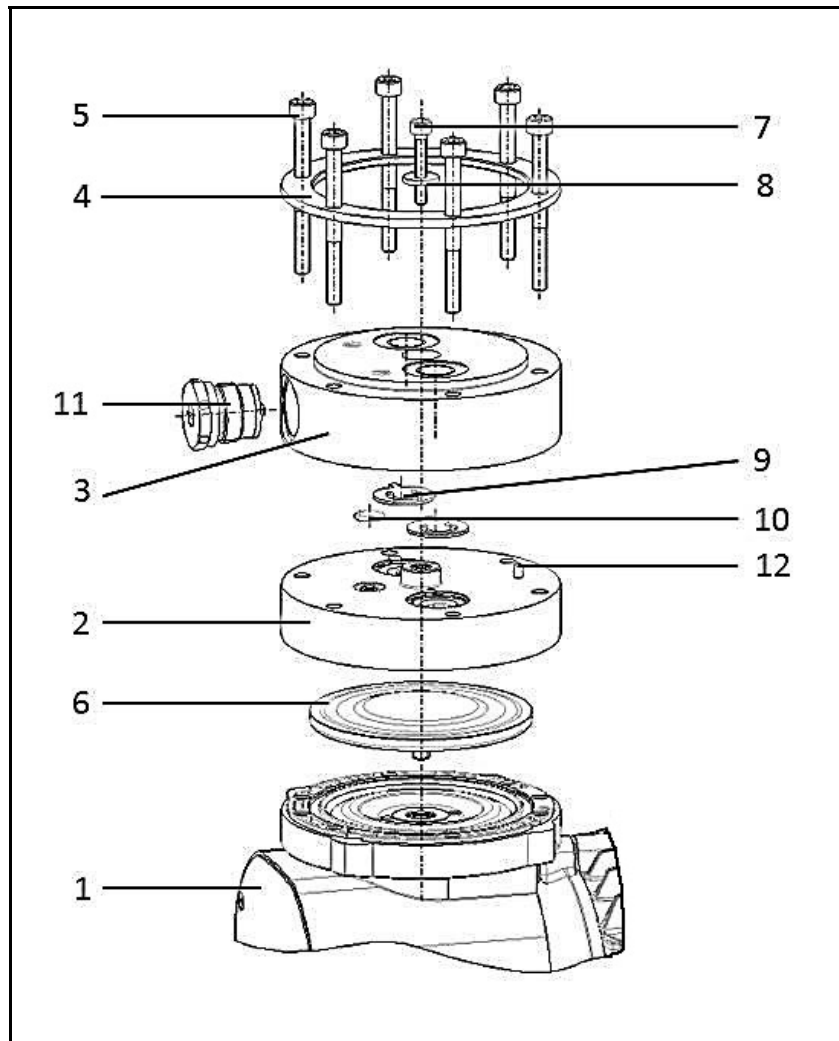

Fig. 10: Pumpenteile N 922FT.29E EX
** Nach Fig. 10
i Die Positionsnummern innerhalb der folgenden Arbeitsanweisung beziehen sich auf die Fig. 10.
i Die Positionsnummern innerhalb der folgenden Arbeitsanweisung beziehen sich auf die Fig.10.